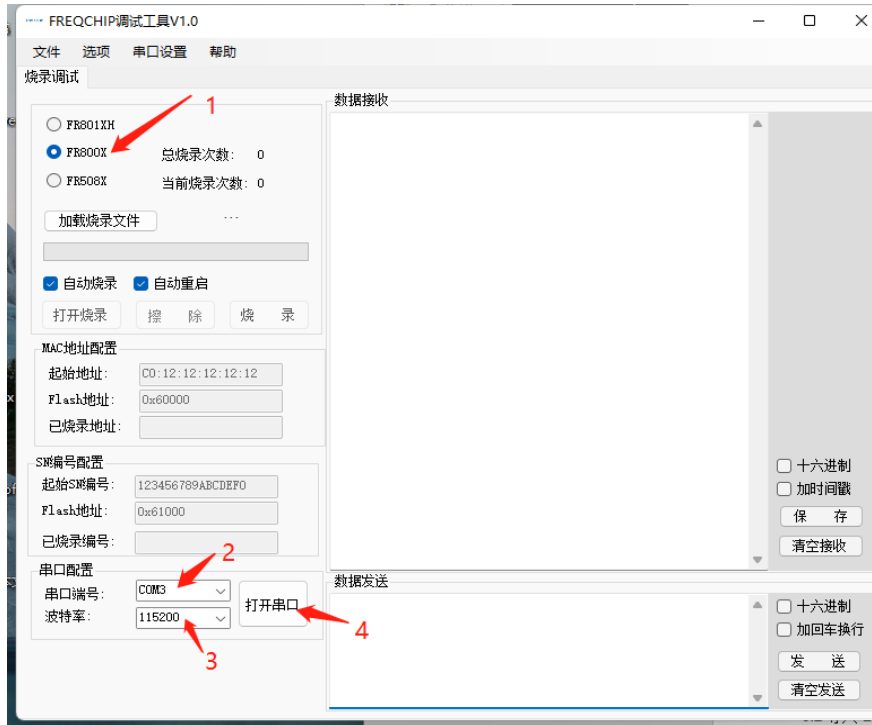

图 6.1
6.1 双击打开软件烧录工具，选择 FR800X，设置串口端号、波特率、点击打开串口，如图 6.1